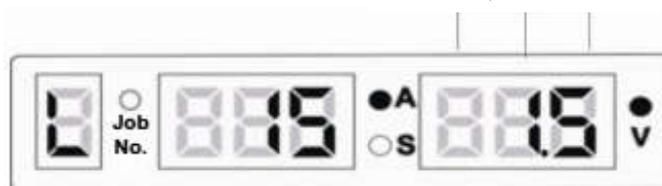

Рисунок 3-34 Пользовательский интерфейс для блокировки диапазона регулировки напряжения
5. В пользовательском интерфейсе для блокировки диапазона регулировки напряжения правый цифровой индикатор мигает - см. рисунок 3-34. Используйте регулятор на панели управления сварочного аппарата, чтобы установить диапазон регулировки напряжения и нажмите кнопку «SAVE» (СОХРАНИТЬ). Сварочный аппарат входит в состояние, в котором заблокирована регулировка диапазонов параметров сварки. Диапазон по умолчанию $\pm 1,5$ В.